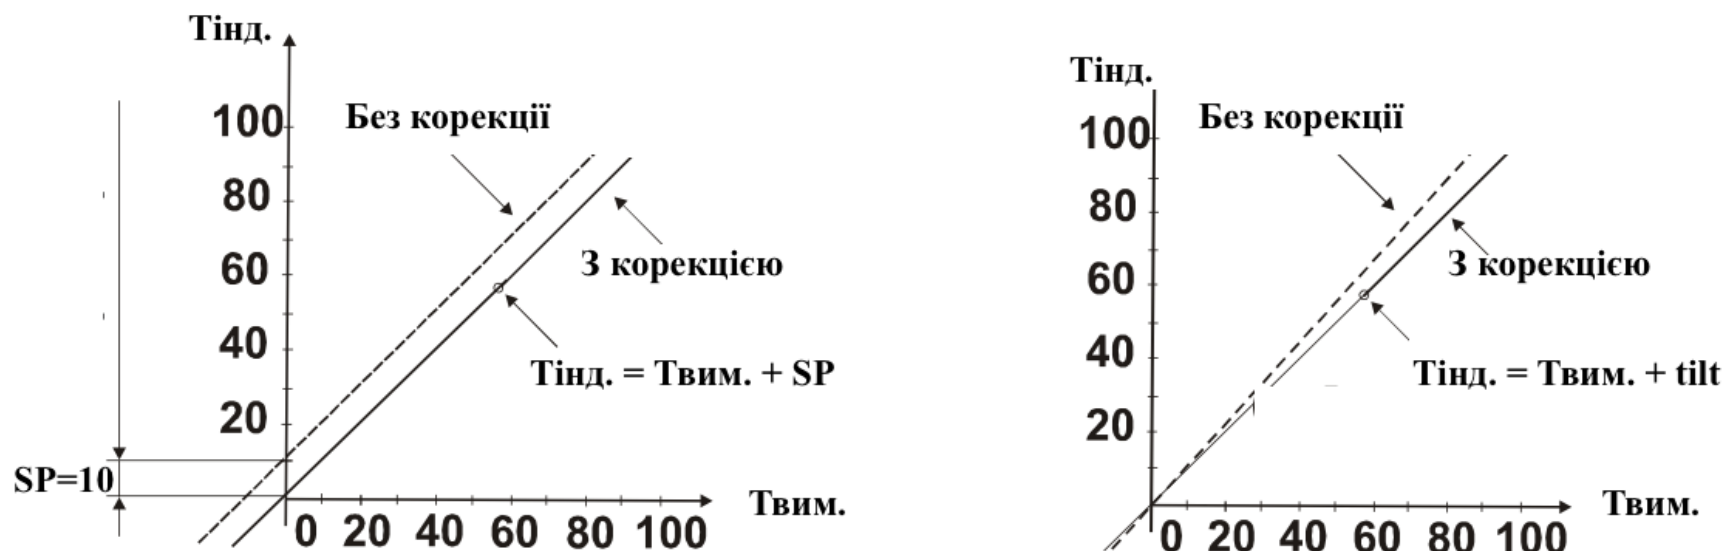

Рисунок 3.1 – Вплив параметрів «Зміщення характеристики» і «Нахил характеристики» на характеристику перетворення
3.3.3.3 Рисунок 3.1 ілюструє вплив параметрів «Зміщення характеристики» і «Нахил характеристики» на характеристику перетворення виміряного значення.